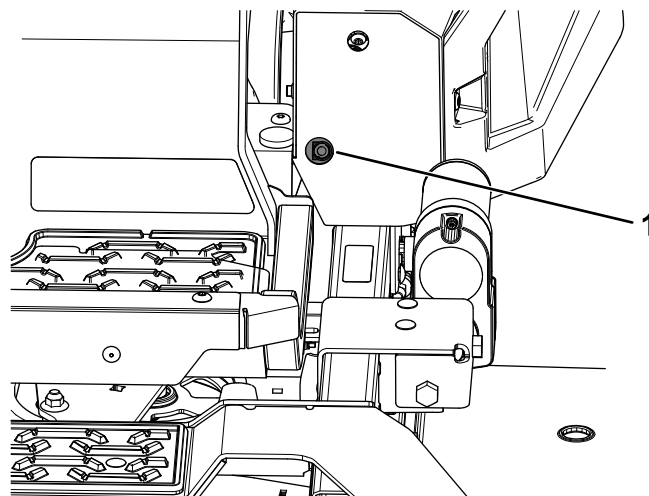
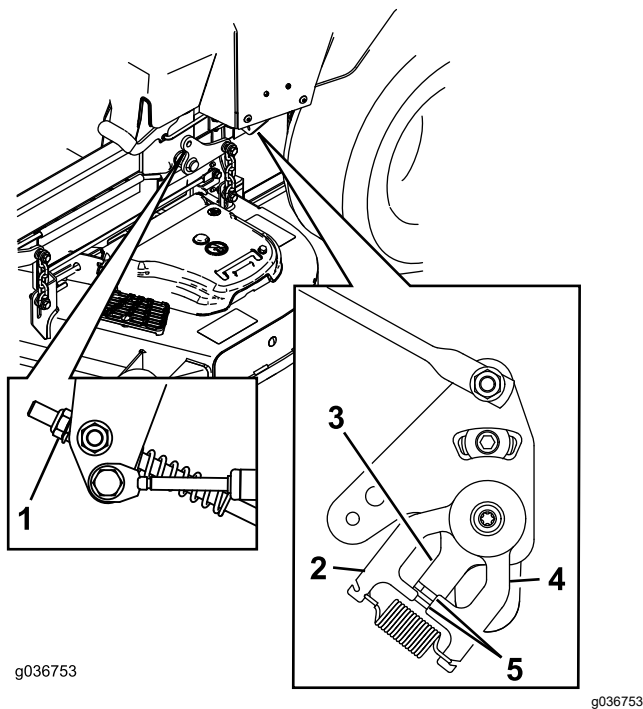

Рисунок 65
Рисунок 66
11. Отрегулируйте длины штоков управления насосами, повернув гайку в соответствующем направлении так, чтобы колеса медленно вращались в обратном направлении (**Рисунок 65** и **Рисунок 66**).